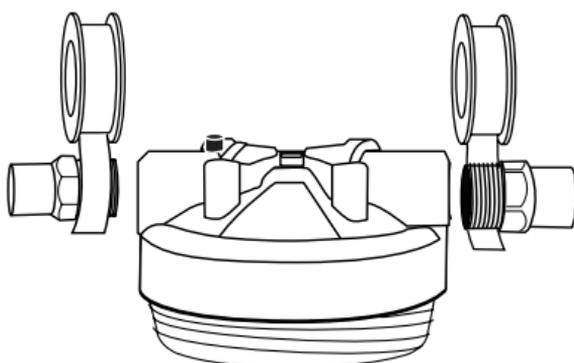

Figura 1
3. Aplique cinta de fontanero ($2\frac{1}{2}$ vueltas) alrededor del adaptador macho de $\frac{3}{4}$ in. x $\frac{3}{4}$ in. (1,9 cm x 1,9 cm) en el sentido de las manecillas del reloj (ver Figura 1) y enrósquela firmemente a la cabeza del filtro.